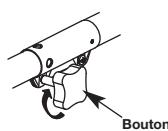

Fig. 3
1. Dévissez le bouton vers la gauche (Fig. 3).
2. Dévissez le bouton vers la gauche (Fig. 3).
- Serrez le bouton en le tournant à droite (Fig. 3).